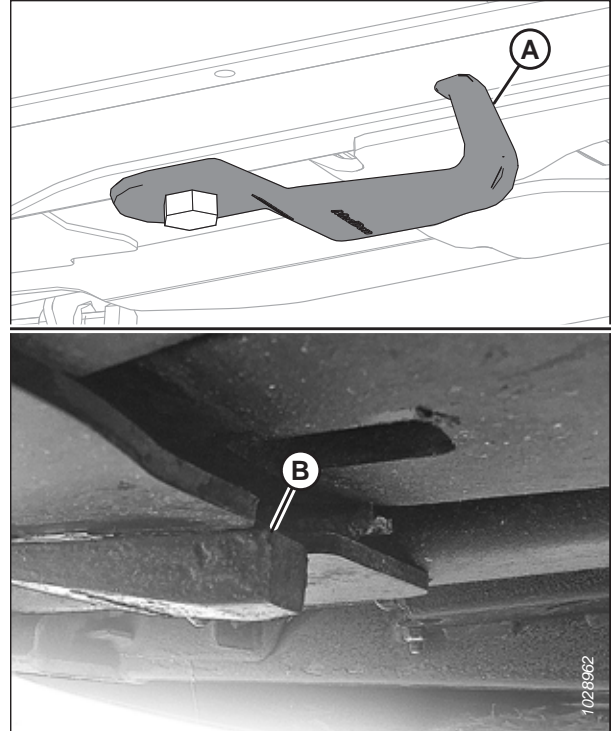

Abbildung 4.233: Sicherungshaken
Abbildung 4.233, Seite 419 zeigt einen unbeschädigten Sicherungshaken (A) und einen beschädigten Sicherungshaken (B). Ein gestreckter Sicherungshaken ist nicht abgebildet.